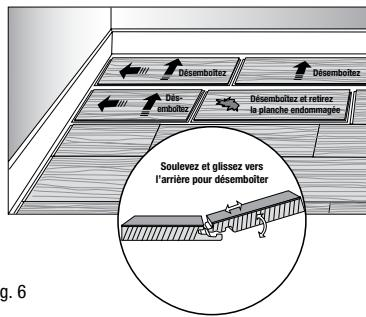

Fig. 6
- Enlevez les planches en les désemboîtant (Fig. 6). Numérotez les planches à l'arrière, de sorte qu'elles peuvent être repositionnées plus tard. Vous pouvez les enlever en tirant dans une direction ou dans l'autre et en vous dirigeant avec précaution vers le morceau endommagé.